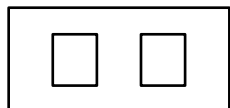
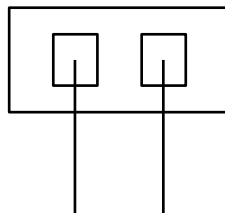

Рис. 3 ЕРО включен
Рис. 4 ЕРО отключен
ЕРО (Аварийное отключение ИБП) - это функция, которая позволяет немедленно отключить питание от всего подключенного оборудования. Обычно к разъему ЕРО, расположенному на задней панели (рис.4), подключен провод, который поставляется в комплекте. Как только разъем разомкнут, ИБП отключит выход и введет статус ЕРО (Рис.3).
- Для восстановления нормального режима работы в разъем ЕРО должна быть установлена перемычка (Рис.4). Далее, необходимо войти в меню, чтобы очистить состояние ЕРО, затем ИБП отключит сигнализацию и переключится в режим байпаса. ИБП после этого режима должен быть включен вручную.